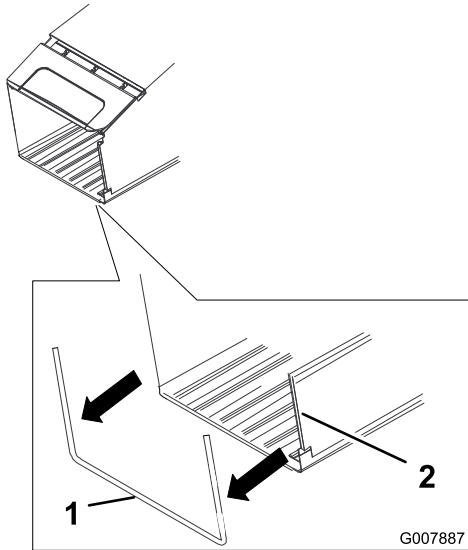

Bild 6
1. Befestigen Sie die beiden Seitenkanäle des Fangkorbs am Fangkorbrahmen, siehe Bild 6.